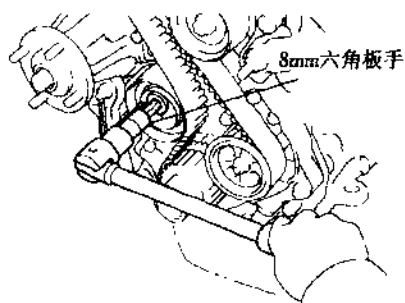

图 1-1-9 插入 8mm 六角扳手
⑤用 8mm 六角扳手拧紧 1 号惰轮螺栓(正时皮带张紧器), 见图 1-1-9。注意: 只需较小的力即可移动 1 号惰轮。